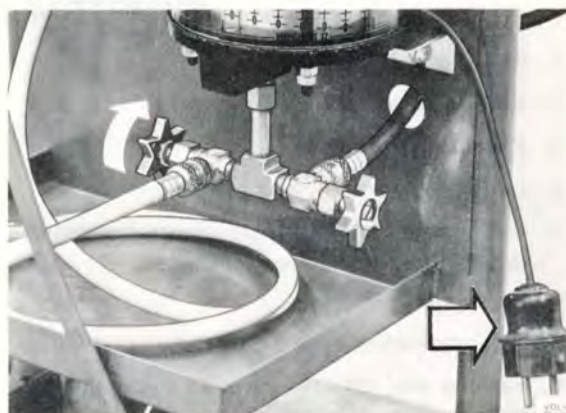

Bild 15
4. Öppna utgående kranen på mätcylindern, bild 15. Stäng kranen när 11 hg köldmedium har tryckts över till anläggningen. Om det visar sig svårt att trycka över de sista 3–4 hg, koppla in värmeelementet i botten på cylindern.